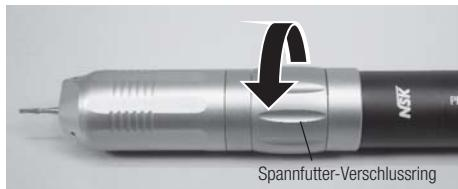

Abb. 14
- (2) Das Herausnehmen eines Bohrers geschieht durch Drehen des Spannfutter-Verschlussrings in Pfeilrichtung gemäß Abb. 14.